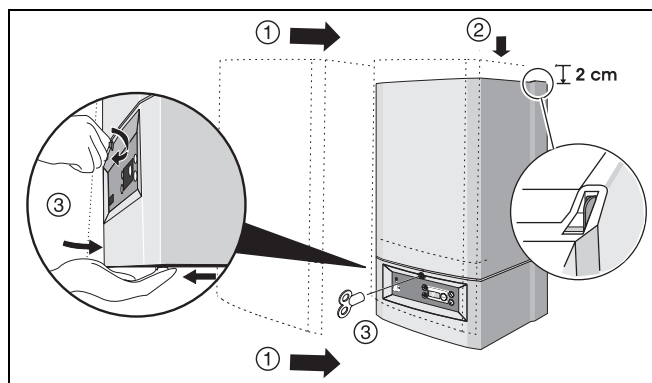

Рис. 25 Установка кожуха
- Снова установить кожух (рис. 25).